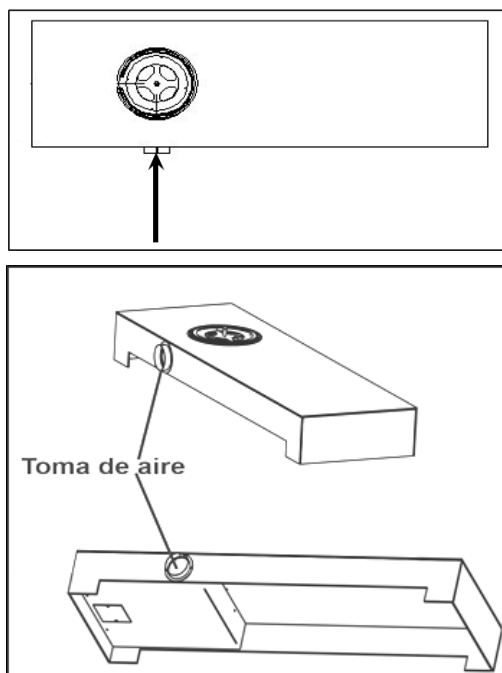

Fig. 4
- Pasar el perno por el zócalo en el agujero central de fijación. En el caso de la mesa, pasar el perno por el conducto de toma de aire exterior de la repisa e introducirlo en el agujero de fijación con una llave Allen (ver fig. 4).